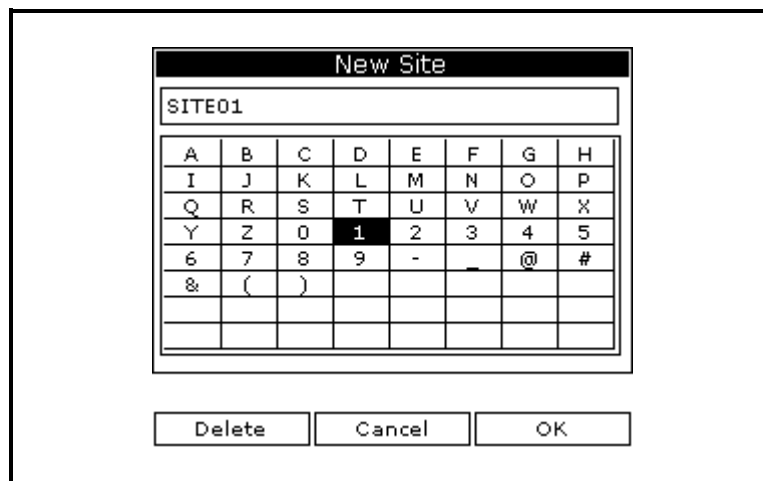

图 1-8 : New Site (新建地点) 的名称输入窗口
1. 使用方向键滚动至 New (新建)，然后按 [ENTER] (进入)。将出现类似于下图 1-8 的屏幕。